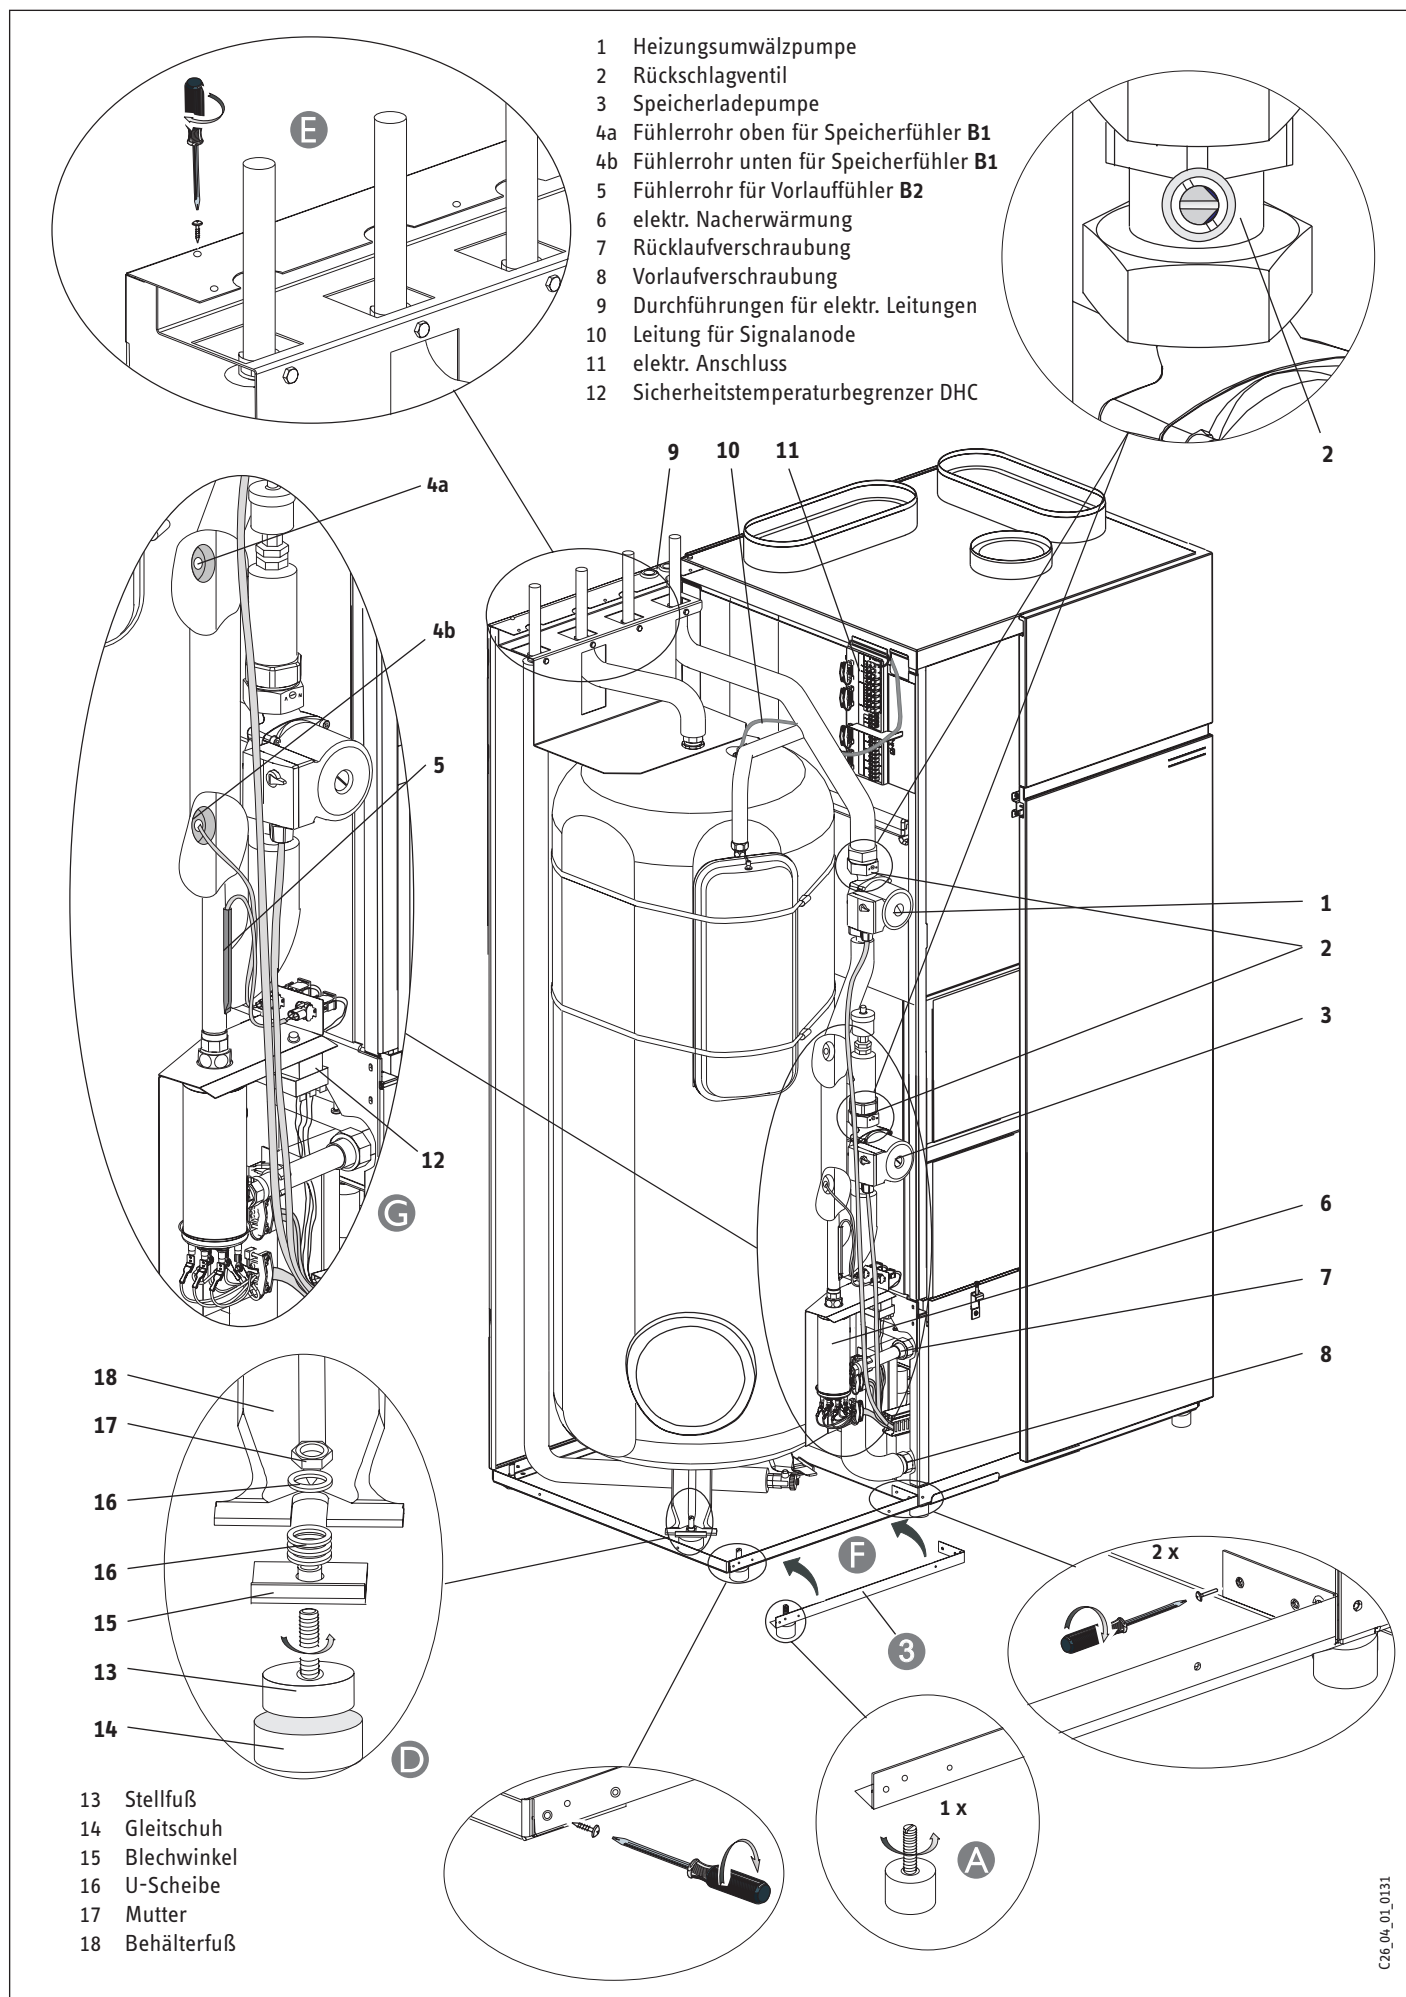

Abb. 10
Wird ein Heizsystem mit geringer Abnahmeleistung und geringer Wärmekapazität (z.B. Luftheizregister, beaufschlagt vom Wohnungslüftungsvolumenstrom) eingesetzt, kann der untere Bereich des Warmwasserbehälters (17) als Heizungspufferspeicher benutzt werden, um überschüssige Leistung zwischenspeichern und damit das Takten des Verdichters zu reduzieren. Diese Funktion kann durch Parameter P 084 aktiviert werden. Die Arbeitsweise wird durch Positionierung des Speicherfühlers B1 festgelegt. Befindet sich der Speicherfühler in der oberen Position (Abb. 10, Pos 4a), werden immer ca. 100 L Wasser auf der gewünschten Warmwassertemperatur gehalten. Der restliche Speicherinhalt wird als Heizungspuffer genutzt und hat eine der Heizungsvorlauftemperatur entsprechende Temperatur. Befindet sich der Speicherfühler in der unteren Position (Abb 10, Pos 4b), wird der gesamte Behälter auf der gewünschten Warmwassertemperatur gehalten. Das Temperaturniveau für die Heizung wird durch zyklisches Einschalten der Warmwasserladepumpe erreicht. Diese Betriebsweise bietet den höchsten Warmwasserkomfort, ist aber am wenigsten effizient.
Zum Füllen, Entlüften und Entleeren der Anlage müssen die Rückschlagventile (Pos. 2 in Abb. 10) in Stellung Offen gestellt werden. Hierzu ist die Stellschraube mit einem passenden Schraubendreher soweit zu drehen bis der Schlitz mit den angefasten Stellen nach oben zeigt. Vergessen Sie nicht nach Arbeiten an der Anlage die Rückschlagventil in Stellung Auto zu drehen.
Die Anschlussklemmen befinden sich links oben am Funktionsmodul (Pos. 11 in Abb. 10). Alle Anschlussleitungen sowie Fühlerleitungen müssen durch die vorgesehenen Durchführungen oben in der Speicherrückwand geführt werden (Pos. 9 in Abb. 10).
Nachdem alle elektr. Leitungen angeschlossen sind, kann die Anschlussklemmleiste (Verdichter und elektr. Nacherwärmung) abgedeckt und verplombt werden (Abb. 13). Anschließend Umwälzpumpen und Signalanode anschließen (Pos. 1, 3 und 10 in Abb. 10) und die Temperaturfühler in die entsprechenden Fühlerrohre im Speicherbehälter bzw. am Heizungsvorlauf einführen (Pos. 4 und 5 in Abb. 10). Alle Leitungen sind entsprechend gekennzeichnet.